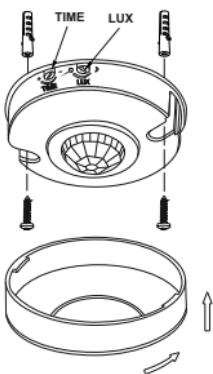

Рисунок 19 – Монтаж
– повернуть против часовой стрелки защитную крышку на угол 5°. (рисунок 19). Снять крышку;